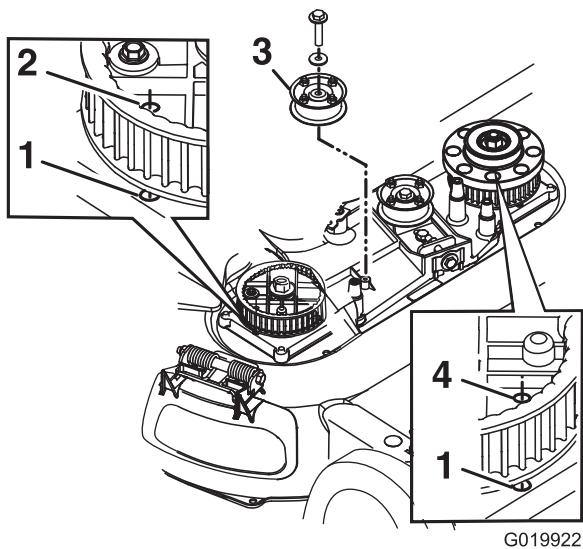

Figura 45
- 8. Retire la polea tensora fija y los herrajes (Figura 45).
- 10. Alinee los taladros de los piñones de la izquierda y de la derecha con los taladros de la carcasa, según se muestra en Figura 45.